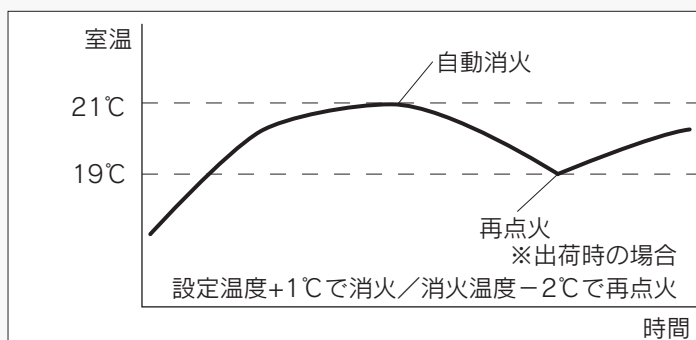

図1 エコプラス運転のストーブの動き
- エコプラス運転を使用するとストーブが図1のように運転します。